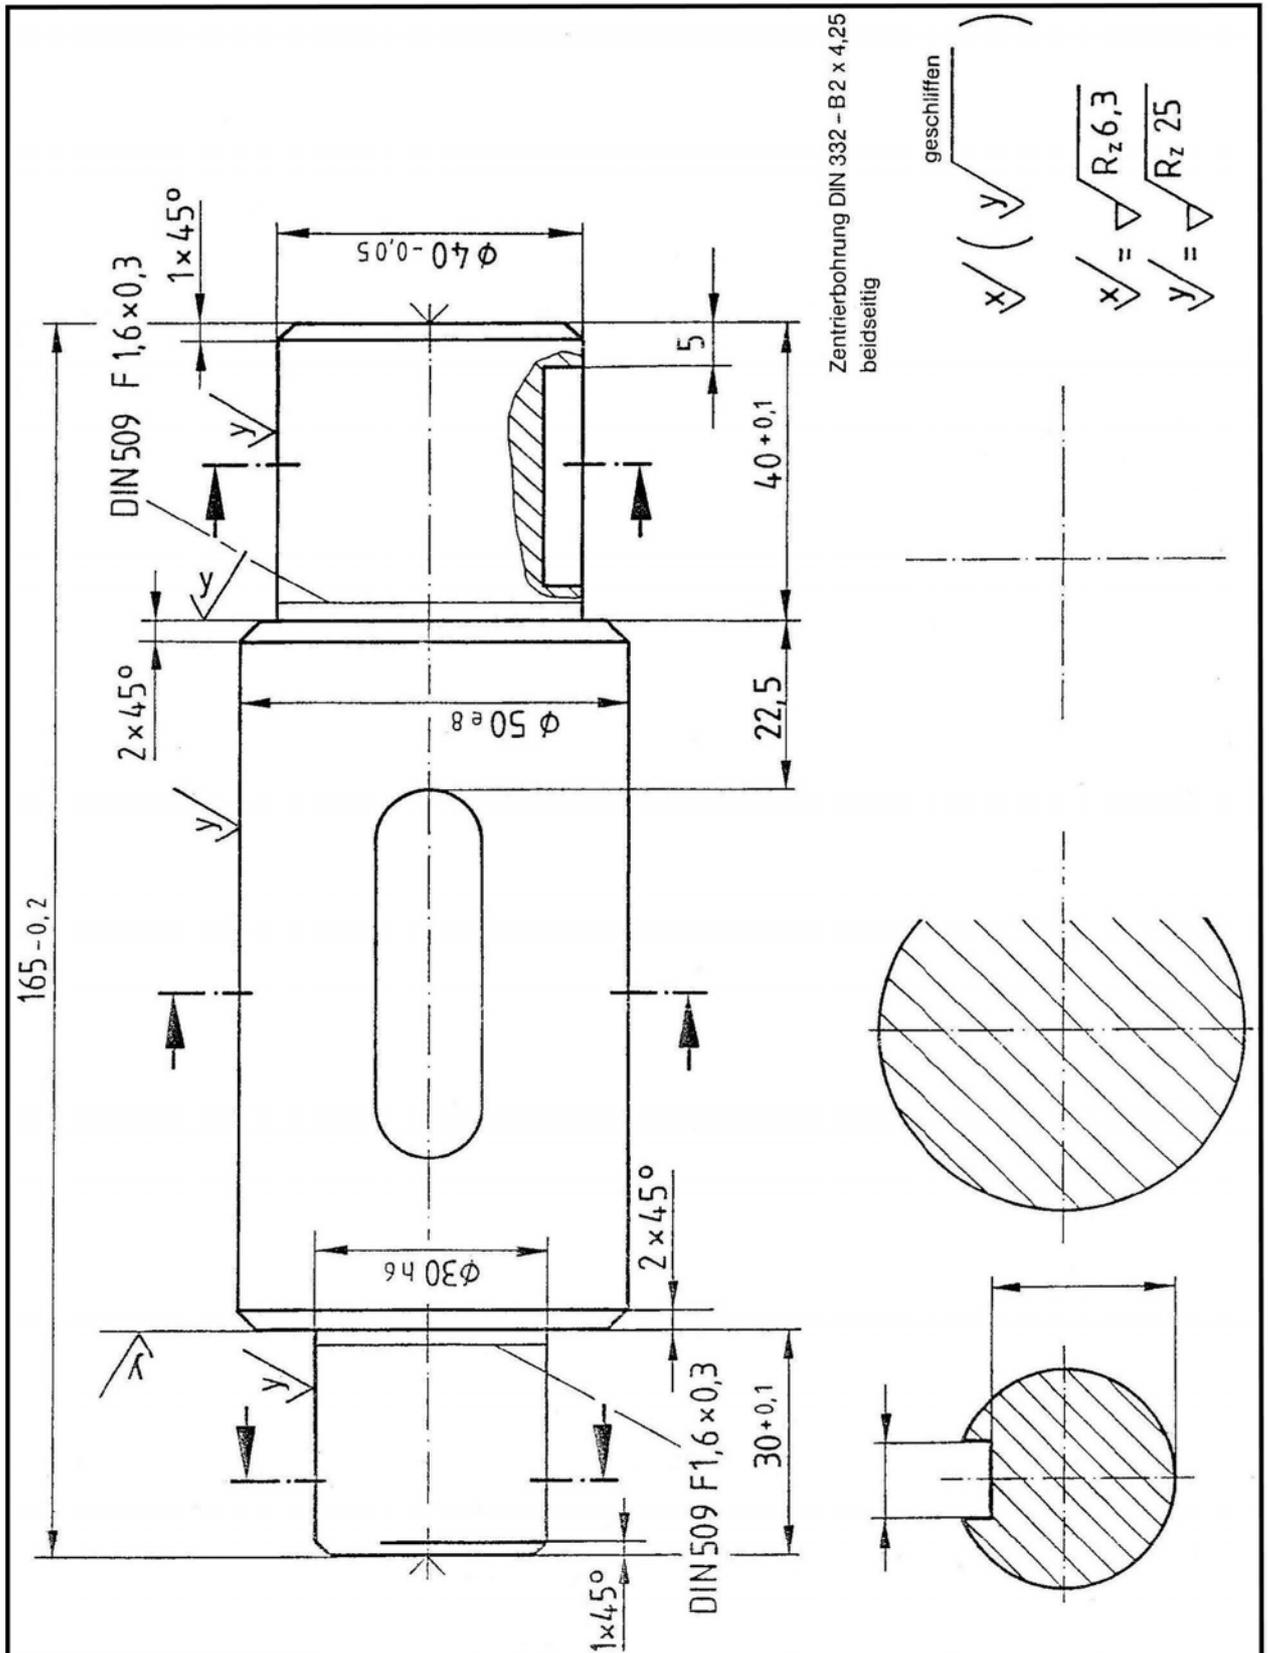

Abb.9: Welle mit Nuten für Einlegekeile
32) Die Welle (Abb.9) soll drei Einlegekeile nach DIN 6886 aufnehmen. Ergänze die Zeichnung und bemaße die Wellennuten. (Längen 25, 50 und 30 mm). Zeichne eine Abmaßtabelle für alle Nennmaße mit Toleranzklasse.